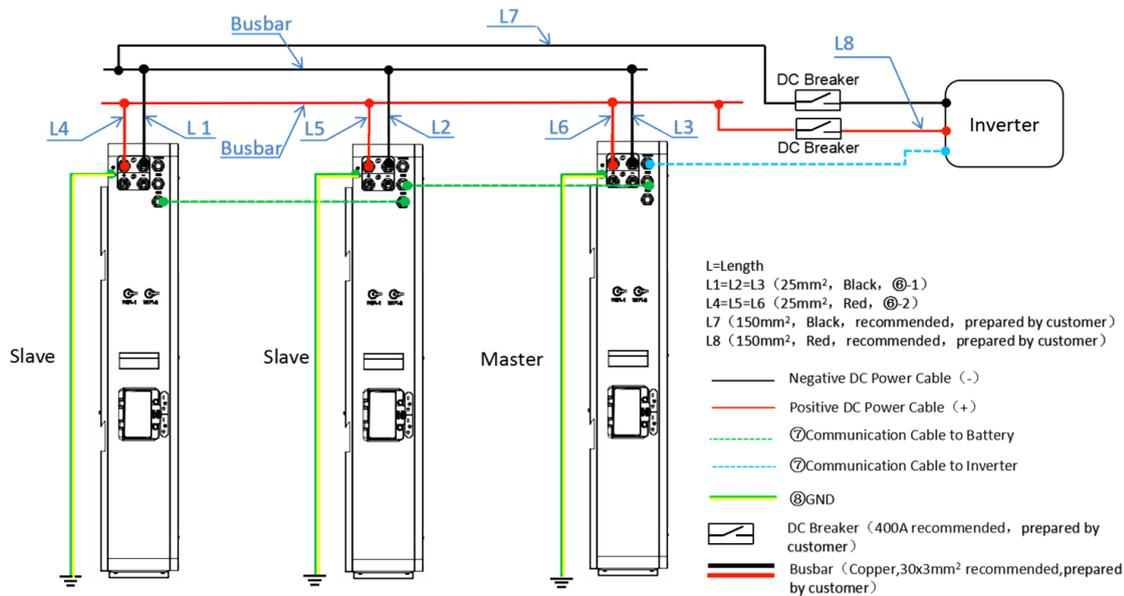

Fig.5.1.2 Collegamento a più set (esempio:3 in parallelo, 30 kWh, potenza in uscita 15 kW)
2. Se i cavi di alimentazione sono collegati secondo la Fig.5.1.2, i cavi di alimentazione preinstallati sono collegati direttamente alla barra colletttrice.